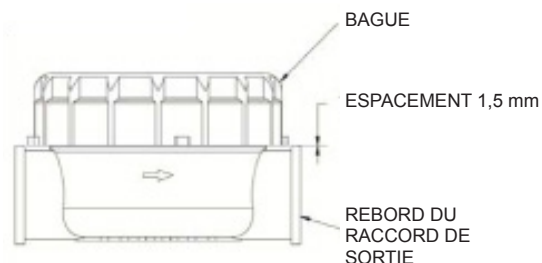

Figure 3
5. Revisser et serrer la bague de compteur à la main. Lorsque le serrage est correct, il y a un espacement de 1,5 mm environ entre la bague et le rebord du raccord de sortie (voir Figure 3).